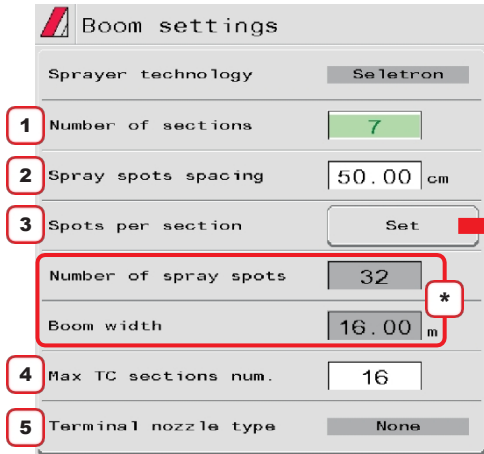

Fig. 40
- \* Afhængigt af din programmering vil både det samlede antal sprøjtepunkter og værdien for bombredden ændre sig, vist i Fig. 40.